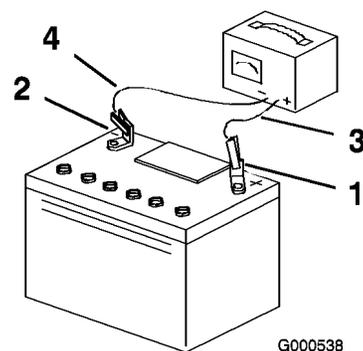

Figura 33
4. Quando la batteria è completamente carica, staccate il caricabatterie dalla presa elettrica e scollegate i cavi di ricarica dai poli della batteria (Figura 33).